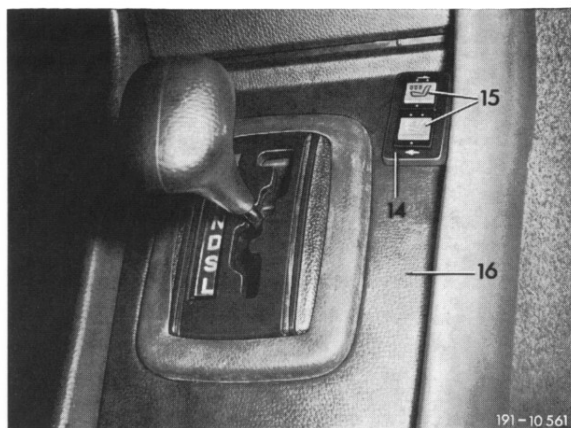

Bild 10
18 Abdeckblende (14) mit den Teilen (10 bis 12) an der Abdeckung (16) anschrauben. Anschließend die Schalter (15) eindrücken (Bild 10).